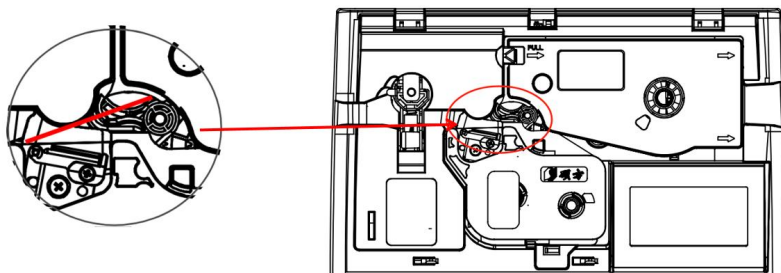

图 5 贴纸盒安装位置示意图
- (4) 关闭上盖。
- (5) 贴纸盒安装位置如图 5 所示，将贴纸前端边缘超过主胶辊，保证色带可以正确压到贴纸。